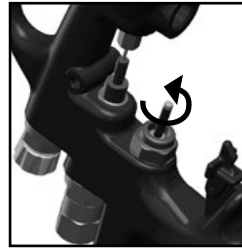

Fig. 27
2. Svitare la valvola aria utilizzando una chiave da 14 mm. (Vedere fig. 27)